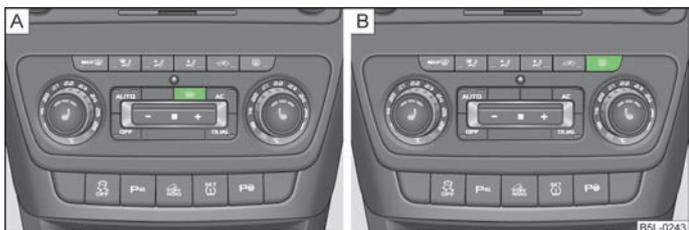

Fig. 34 Contacteur pour chauffage du pare-brise/Contacteur pour chauffage de la lunette arrière
► Pour activer et désactiver le chauffage du pare-brise, appuyez sur le commutateur  » fig. 34 - A, le voyant du commutateur s'allume ou s'éteint.
► Pour activer et désactiver le chauffage de la lunette arrière, appuyez sur le commutateur  » fig. 34 - B, le voyant du commutateur s'allume ou s'éteint.